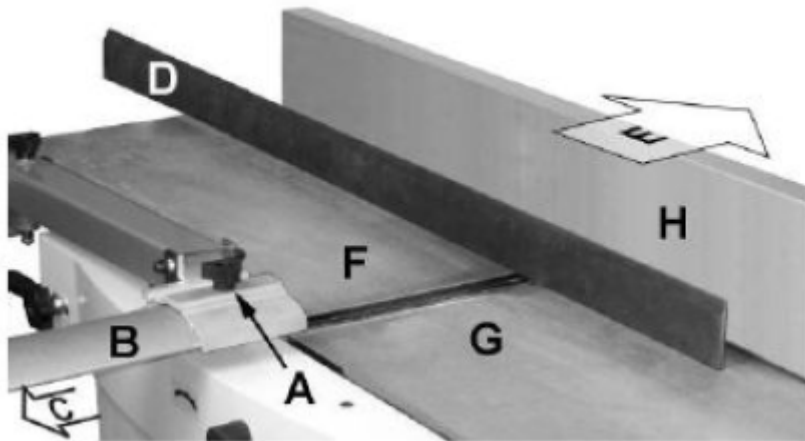
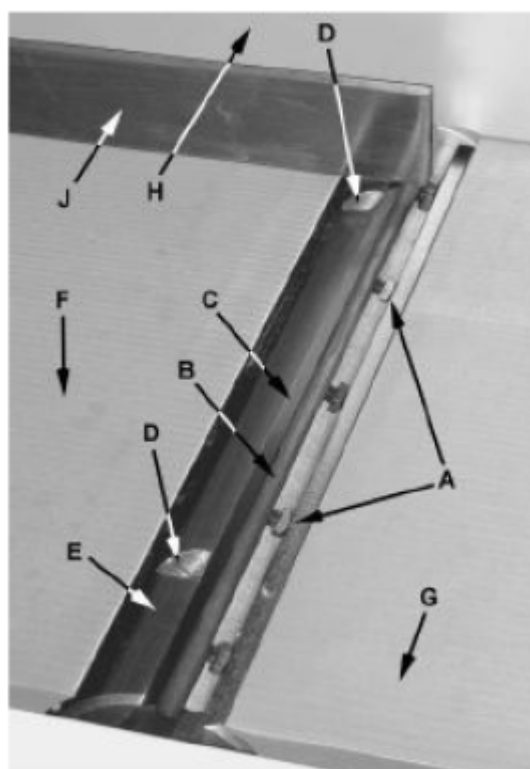

Figure 8
Figure 11
En se référant aux figures 8 et 9 :
2. Retirez le protège-tête de coupe (B, Fig. 8). Se référant aux figures 11 et 12.
3. Numérotez soigneusement chaque lame de couteau (C) avec un marqueur magique pour les différencier.